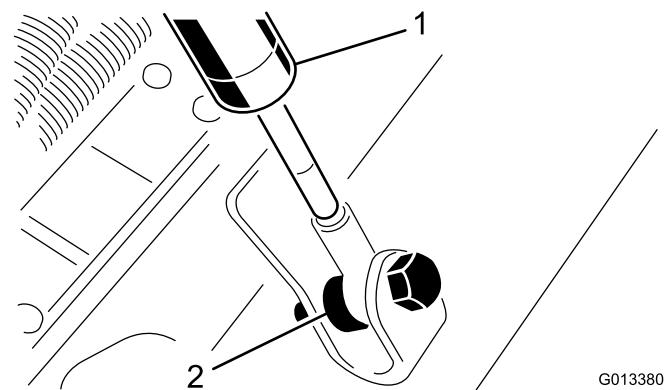

Figure 6
9. Retirez les boulons, les entretoises et les écrous à embase qui fixent l'autre extrémité des amortisseurs au plateau de coupe (Figure 6).